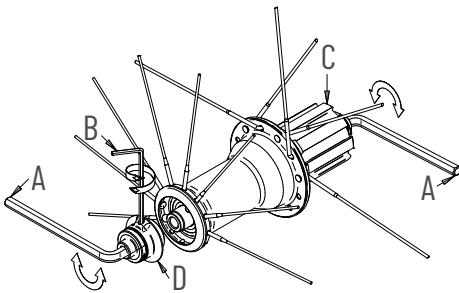

FIG. 3
- Inserite il perno nel corpo del mozzo facendo molta attenzione al corretto posizionamento dei cricchetti e bloccate lo scontro mobile con coppia di chiusura pari a 15 Nm (Fig. 3).
- Allentate il grano (E) con una chiave a brugola da 2mm (B) (Fig. 3).
- Richiudete il grano (E).